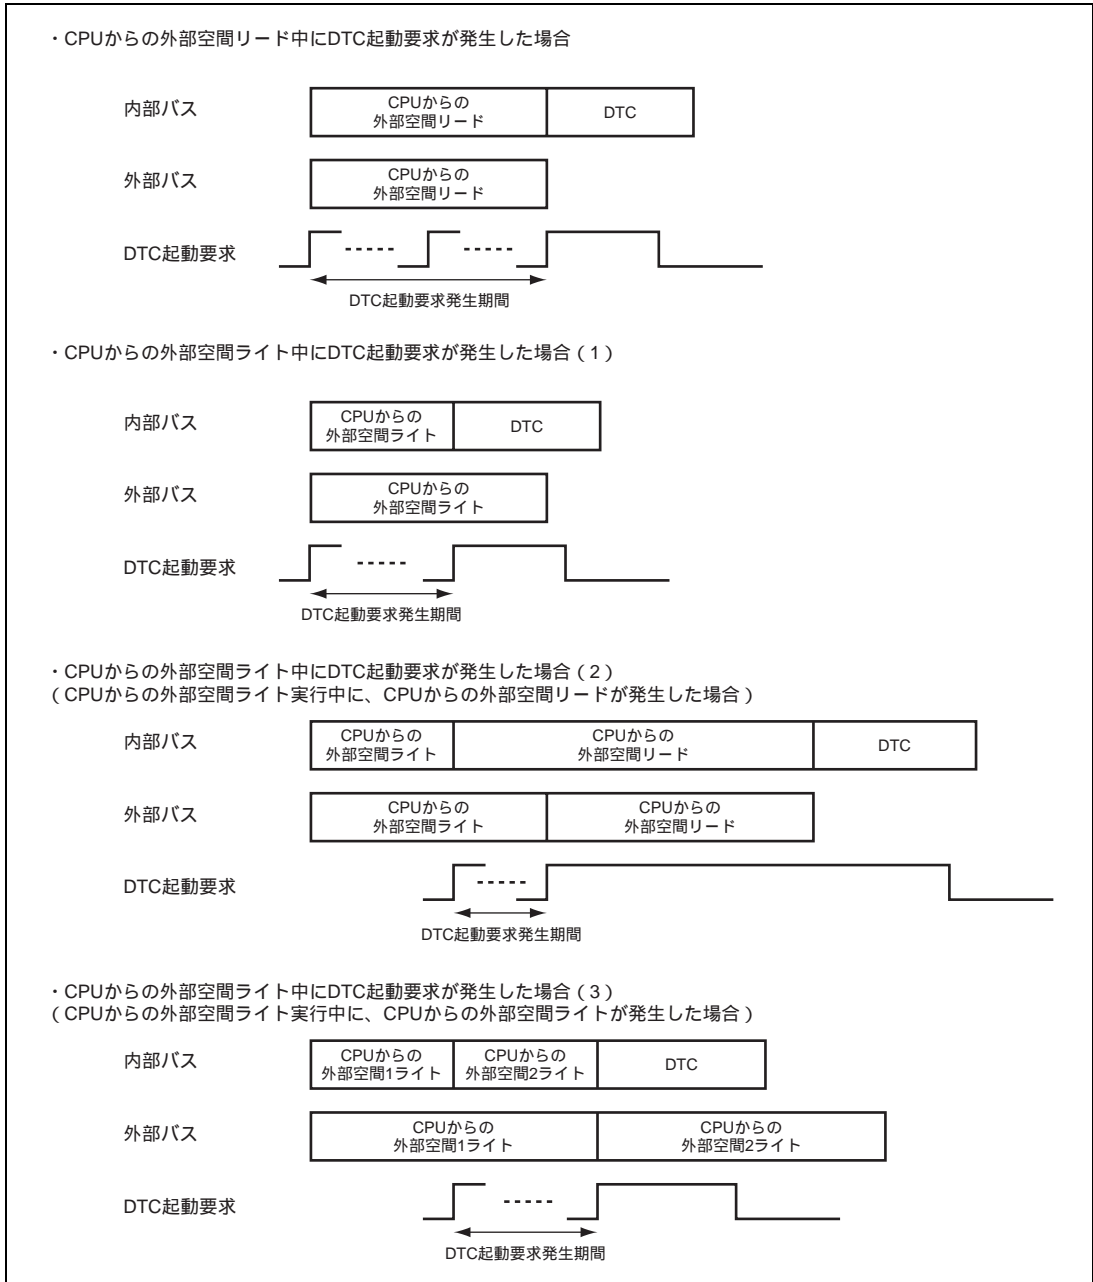

図 9.10 CPU からの外部空間アクセス中に DTC 起動要求が発生した場合のバスアービトレーション
また、「9.5.7 (2) LSI 内部バスマスタからみたアクセス」に記述されているライトバッファの動作上、CPU からの外部空間アクセスがライトの場合とリードの場合で、CPU と DTC のアービトレーションが異なります。図 9.10 に、CPU からの外部空間アクセス中に DTC 起動要求が発生した場合のバスアービトレーションを示します。